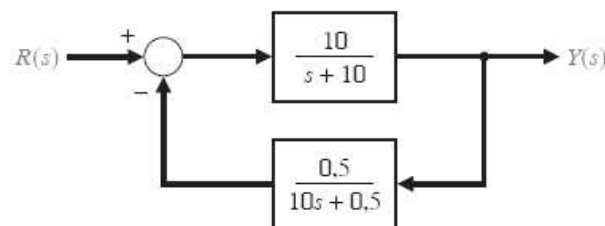

FIGURA PC5.9 Sistema com realimentação não unitária.
- PC5.9** Desenvolva uma sequência de instruções em arquivo m que possa ser usada para analisar o sistema em malha fechada na Figura PC5.9. Excite o sistema com uma entrada em degrau e apresente a saída em um gráfico. Qual é o tempo de acomodação e a máxima ultrapassagem percentual?